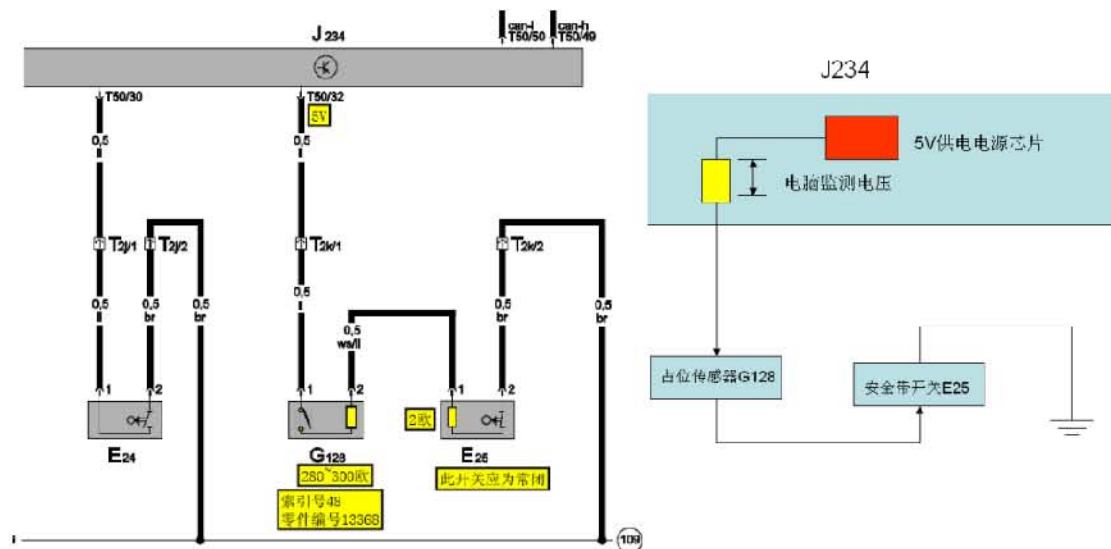

图 3
- B). 当无乘客时, 整个回路是闭合的, G128 和 E25 产生电压降, 电脑通过 T75/57 的电位变化进行监测 (实际上电脑通过电脑内部分压电阻器的电压变化进行监测-见图 3);